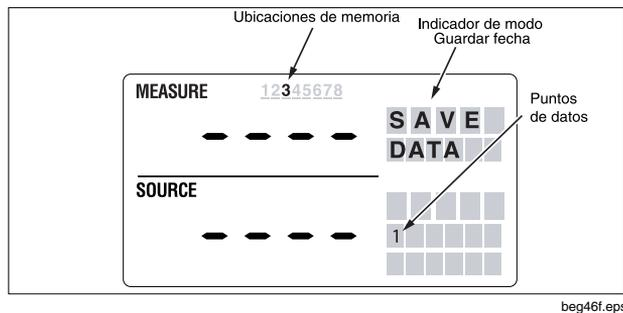

Figura 19. Menú SAVE DATA mostrando la medición en la ubicación de memoria 3, 1
Para almacenar datos de medición, utilice el siguiente procedimiento, consulte la figura 19.
6. Pulse  para almacenar la medición y regresar la unidad al modo de medición. La figura 19 muestra una lectura almacenada en la ubicación de memoria 3, el punto de datos 1.